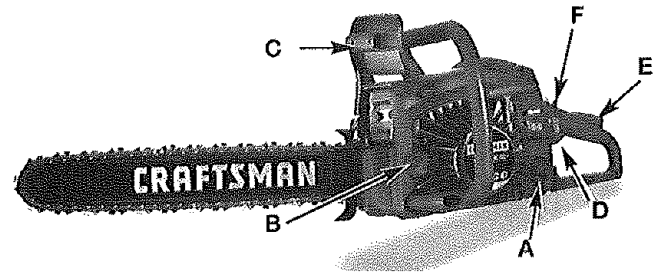

Fig. 3
NOTA: Para detenciones de emergencia, presione la palanca del freno de cadena/guardamanos (C) hacia delante y mueva hacia arriba el conmutador de PARADA (Fig. 3, 4)
5. Empuje hacia abajo el gatillo de seguridad (E) y apriete el acelerador (D). Con el pulgar, presione la pestaña de aceleración (F). Suelte antes el gatillo (D). Así se bloqueará el acelerador en posición abierta (Fig. 3). Tire de la cuerda con un movimiento estable y controlado 4 veces.
6. Mueva después la **palanca del estrangulador** (H) a la Posición 2, asegurándose de mantener bloqueado el gatillo del acelerador. Sostenga la sierra firmemente y tire de la cuerda hasta que arranque. Podría tener que tirar hasta 4 veces.
7. Deje que la sierra se caliente durante 10 segundos. Suelte el gatillo de aceleración (D).
8. Coloque la **palanca de bloqueo roja** (H) en la posición 3. Pulse el accionador del gas para comenzar a serrar.